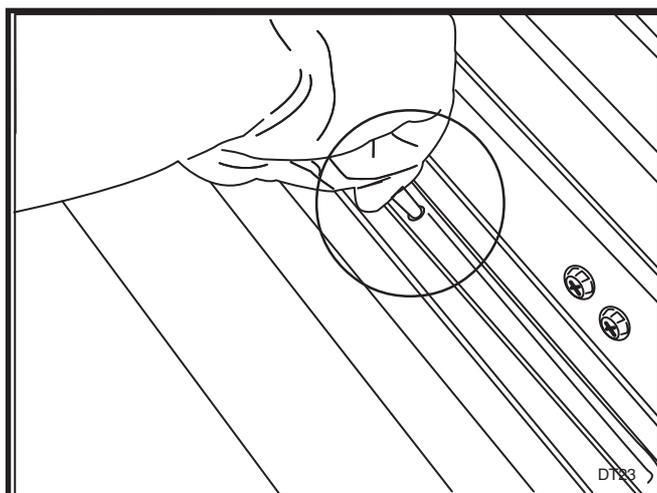

FIGURA 5
14. Ruotare l'asse per allineare i fori con quelli dell'agitatore. Fissare mediante le viti autofilettanti gli agitatori all'asse posteriore. Vedere Figura 5.